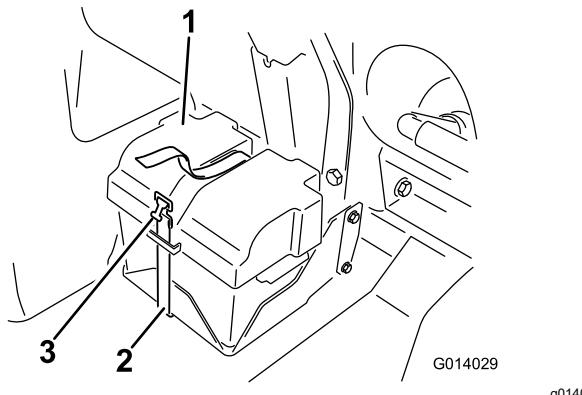

Figure 91
- Déposez le couvercle de la batterie et débranchez le câble de masse négatif (noir) de la borne de la batterie (Figure 91).
- Posez le couvercle de la batterie et fixez-le avec la sangle retirée précédemment (Figure 91).